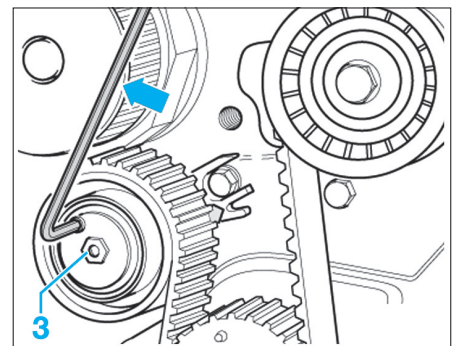

Fig. 6
- Desserrer le galet-tendeur d'entraînement principal (3) (Fig.6) et détendre la courroie crantée en tournant le galet-tendeur dans le sens antihoraire.